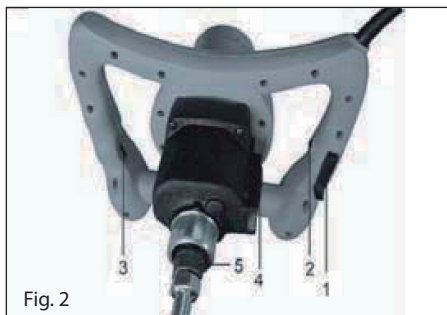

Fig. 2
1. Aperte o veio da barra misturadora (6a) à parte de baixo (6b). De seguida encaixe e aperte a rosca (6) da barra misturadora na máquina (5). Use duas chaves para efetuar esta ação, ver a figura em baixo representada (A e B). Fig. 2 e 3.